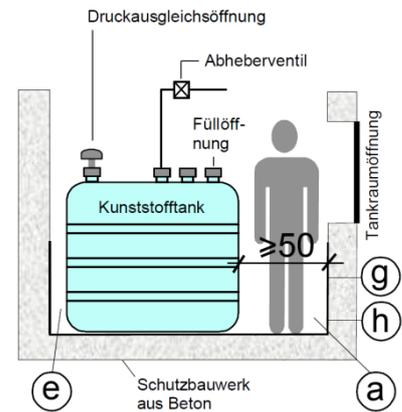

Abb. 1 Kleintank: Mehrere Kleintanks in einem gemeinsamen Schutzbauwerk
- a. Kleintanks müssen innerhalb des Schutzbauwerks stirnseitig begehbar sein (Abb. 1). Falls die Tanks nicht aus dem Schutzbauwerk herausgehoben werden können, muss die Anlage zusätzlich auf einer anstossenden Seite begehbar sein (begehbar = in der Regel 50 cm).